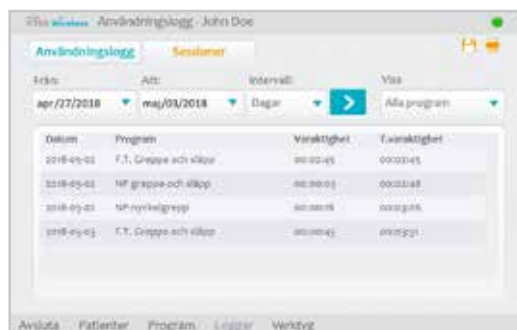

Bild 8-36: Användningslogg
2. Tryck på fliken Användningslogg. Användningsloggen öppnas. Se bild 8-36.